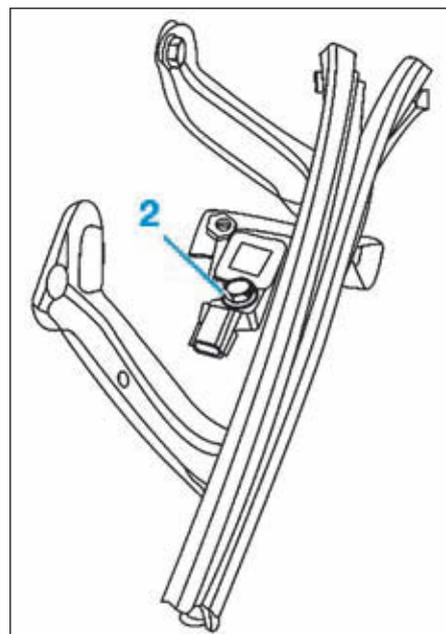

FIG.16
- le capteur de choc latéral (2) (Fig.16).